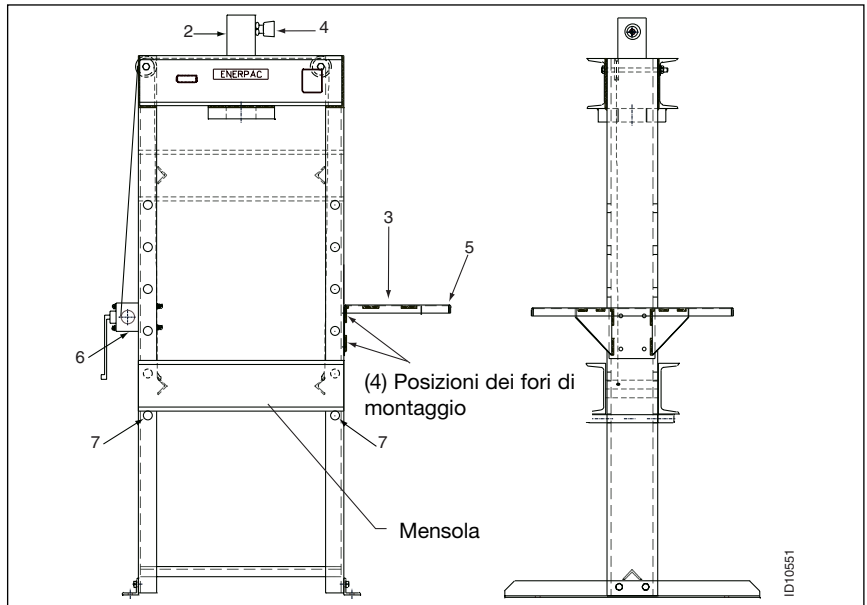

Figura 1, Assieme pressa VLP
3.0 INSTALLAZIONE (FARE RIFERIMENTO ALLA FIGURA 1).